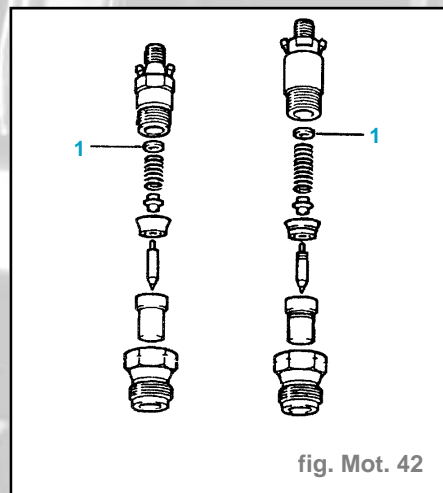

fig. Mot. 42
- Le réglage de la pression de tarage s'effectue par l'intermédiaire d'une cale (1) plus ou moins épaisse (fig. Mot. 42).